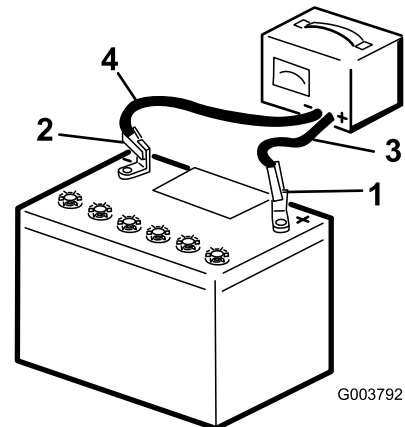

Bild 52
2. Laden Sie die Batterie für vier bis acht Stunden mit 3-4 Ampere auf (Bild 52). Überladen Sie die Batterie nicht.
Dose. Klemmen Sie dann die Klemmen des Ladegeräts von den Batteriepolen ab (Bild 52).